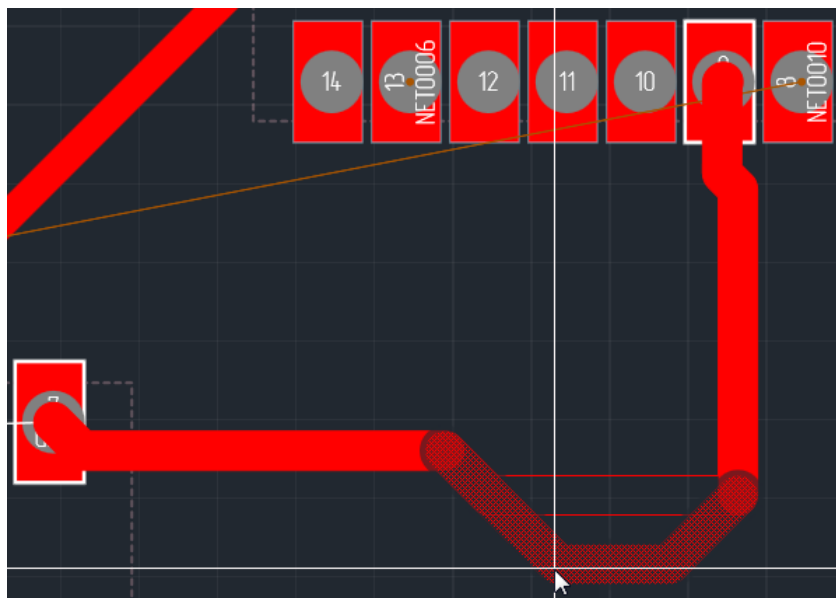

Рис. 206 Перемещение конечной точки сегмента
3. Нажать левую кнопку мыши, и, удерживая ее, переместить курсор. При этом выбранный сегмент и соседний с ним будут проложены заново. Новая часть трека будет прокладываться двумя «ключками» через точку, в которой установлен курсор, см. Рис. 206.